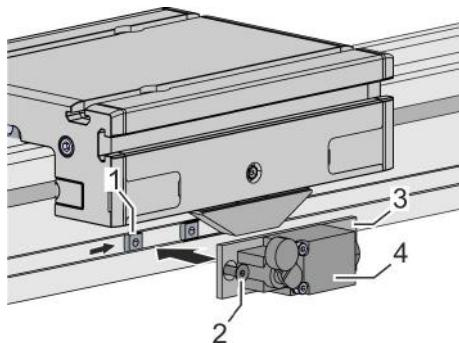

Fig. 35 : Montage de la fin de course
3. ➤ Insérer et positionner les écrous (Fig. 35 /1) dans la rainure du profilé de guidage.
4. ➤ Mettre en place la fin de course (Fig. 35 /4) avec la plaque de fixation (Fig. 35 /3) au niveau des écrous insérés.
5. ➤ Serrer les 2 vis (Fig. 35 /2).